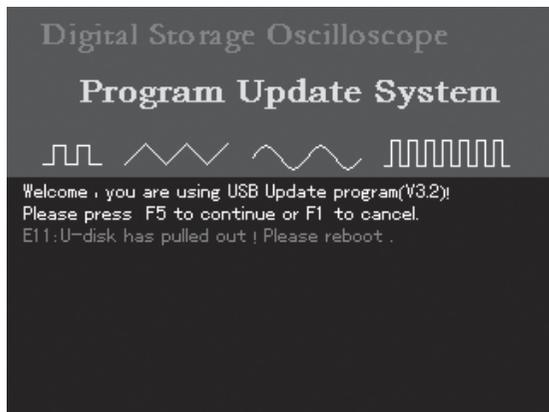

图6-7
1、在升级过程中，用户需要中止程序升级，根据操作提示，按[F1]键，可退出程序升级系统，此时界面提示如图6-7所示，“请拔掉U盘，重新启动示波器”。
2、用户在按下 **[F5]**，确定需要继续进行程序升级时，如果U盘被拔出，将出现图6-7所示，提示“U盘已经被拔出，请重启示波器”。